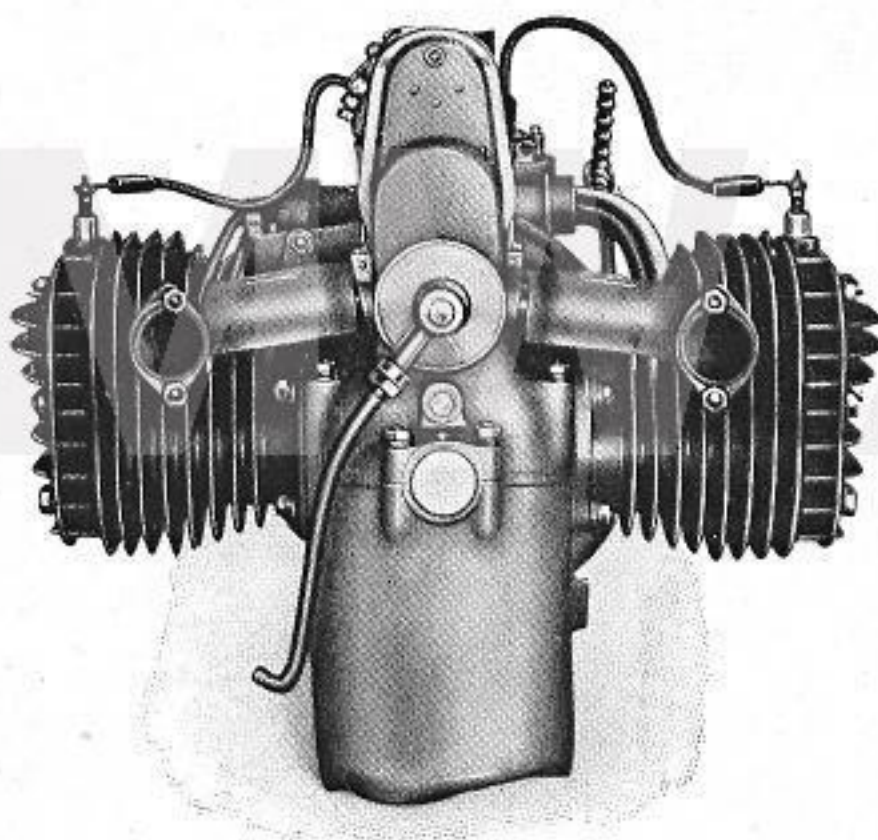

Abb. 8
6. Entlüftung: Diese hat den Zweck, ein Herauspressen des Oles an den Trennfugen des Motorgehäuses durch den von den niedergehenden Kolben verursachten Luftdruck zu verhindern, und es ist darauf zu achten, daß die Entlüftung stets einwandfrei arbeitet. Der Entlüfter (Abb. 8 und 17) befindet sich am Abschlußdeckel für die Steuerwelle. Bei laufendem Motor muß das stoßweise Austreten der Luft aus dem am Gehäuse angebrachten Entlüfterrohr deutlich fühlbar sein.